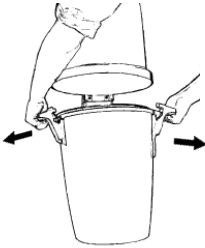

Abb. 22
1. Lösen Sie die beiden Griffe, von denen der Behälter eingeklemmt wird. Die Griffe können einfach gelöst werden, indem sie bis zum Anschlag nach oben gezogen werden. Wenn Sie die Griffe nach außen, vom Reinigungsgerät weg ziehen, wird der Behälter freigegeben. Abb. 22.